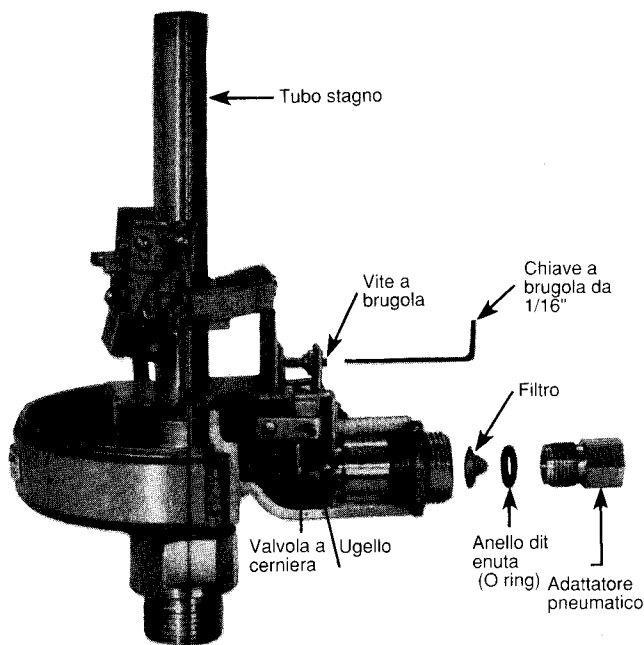

Figura 6
1. Svitare e togliere l'adattatore (vedi Figura 6).
- Rimontare l'anello di tenuta, il filtro e l'adattatore, ed inserirli nell'ugello come indica la Figura 6.